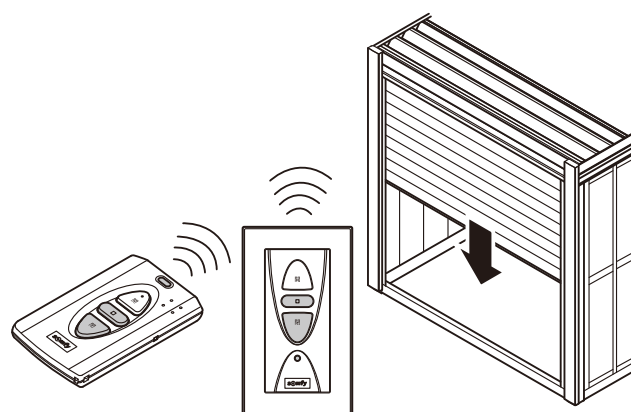

図11-4 シャッターを閉めるとき
- ②「閉」スイッチを押してください。シャッターが下降します。(図11-4参照)